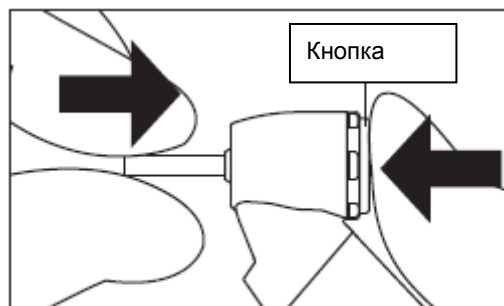

Рис. 2
- 1) Insert the bur until it is correctly seated in place. (Fig.2)
- 1) Вставьте бор до упора в отверстие цанги (Рис. 2)